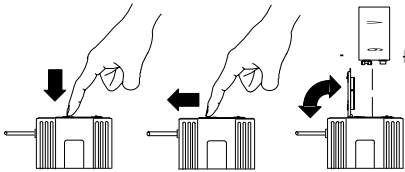

ABBILDUNG 4. EINLEGEN DER BATTERIE
- T1, T1G, T11:** Die ÖFFNEN (OPEN) Seite der Batterieabdeckung nach unten drücken, nach hinten schieben und aufklappen; siehe Abbildung 4.